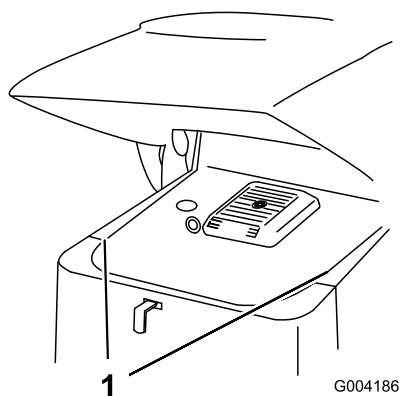

Figura 20
2. Deslice las rejillas laterales (Figura 20) hacia arriba y retírelas de las ranuras de la rejilla delantera y del bastidor.